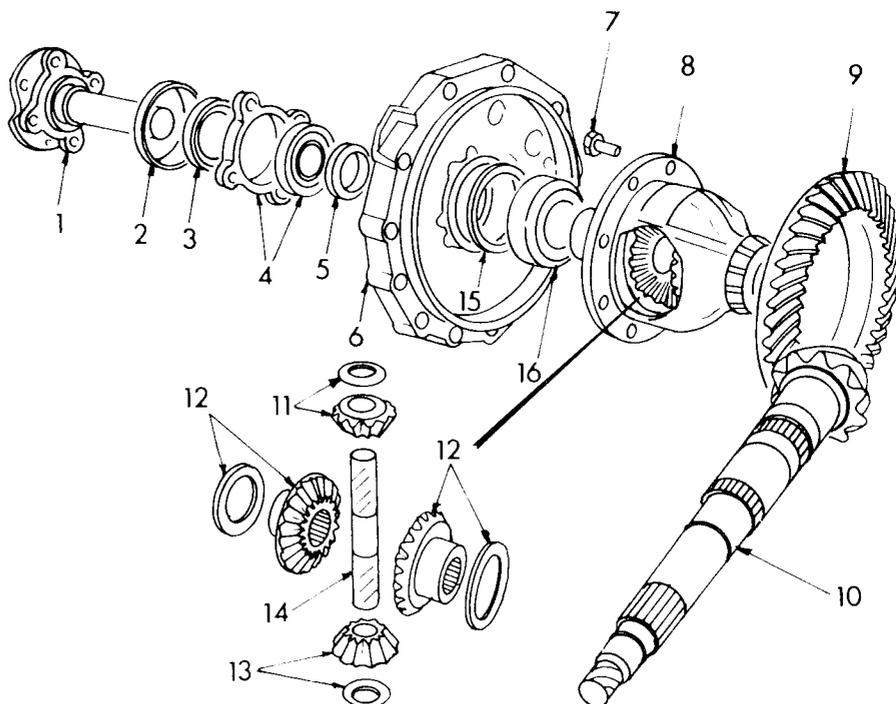
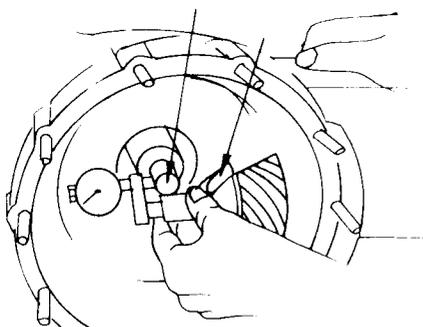

Bild 131
Bild 134
Unter Bezug auf Bild 131:
Die beiden Abtriebswellen können an ihren Flanschen gelassen werden, falls keine Ölleckstellen sichtbar sind oder das Lager nicht erneuert werden muss. Die Welle wird mit einem Schrumpfring («5» in Bild 131) gehalten. Falls die Wellen ausgebaut werden sollen, die Welle durch den Schrumpfring und
Das Tellerrad montieren und neue Schrauben auf ein Anzugsdrehmoment von 68 bis 75 Nm anziehen. Falls die Antriebsachsen zerlegt wurden, alle Teile wieder entsprechend Bild 131 auf der Welle anordnen und den Schrumpfring in einem Ofen auf eine Temperatur von 190°C erhitzen und danach unter einer Presse schnell über die Welle und gegen das Lager pressen.
- Messuhrhalter auf die Stirnfläche des Kegelradkopfes aufsetzen (Bild 134) und die Messuhrnadel gegen den Aussendurchmesser der Messwelle ansetzen.
- Messwelle aus dem Differentialgehäuse herausziehen (Bild 134) und den Differentiallagerring einschlagen, nachdem eine Scheibe von 1,7 mm oder 1,8 mm untergelegt wurde (dies ist die Scheibe «15» in Bild 131, aber im Gehäuse).
- Die neue Scheibenstärke von 1,775 mm unter den Lagerring einlegen («15» in Bild 131) und den Lagerring in das Gehäuse einschlagen.